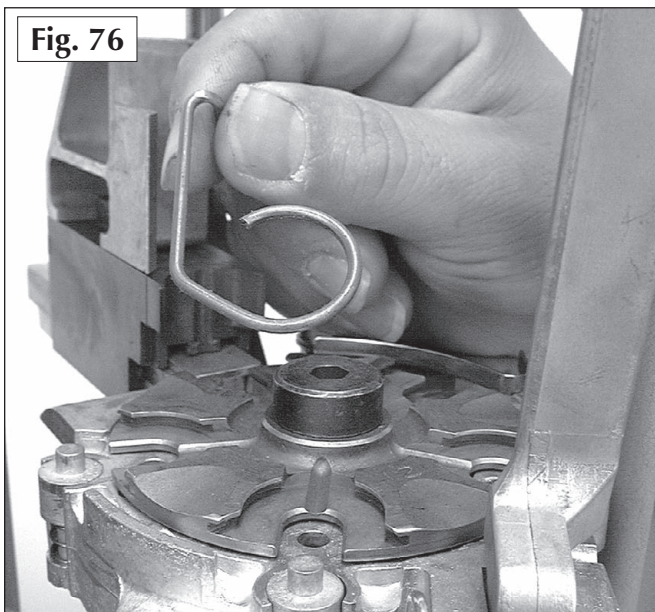

Fig. 76
11. Install the ejector wire (#16676). **Fig. 76**